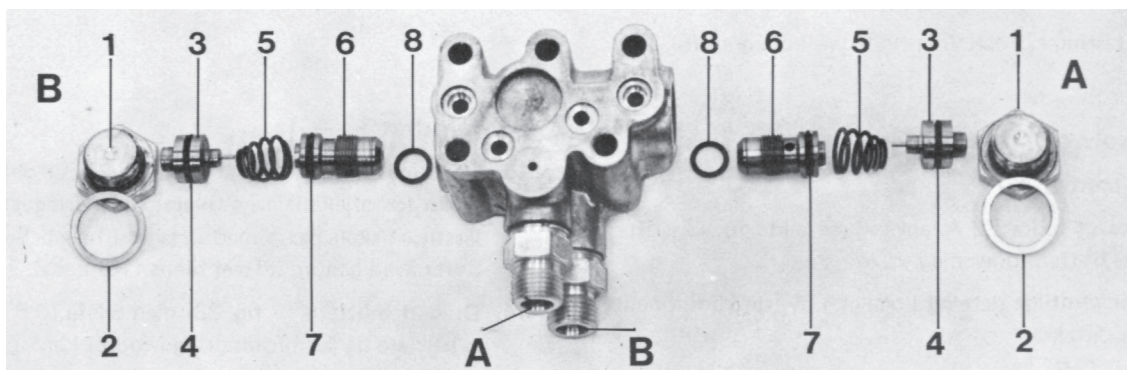

Fig. 27. Ventilhuset demont.
1. Lossa pluggen (1) fig. 27 och packningen (2).
2. Drag ur kolven (3) (ex. vis med en tång). O-ring (4) är monterad på kolven.
3. Tag ur fjädern (5) (lilla diametern mot kolven).
4. Skruva ur ventilen (6). O-ring (7) är monterad på ventilen (använd skruvmejsel med samma bredd som ventils spår).
5. Tag ut den inre O-ring (8).